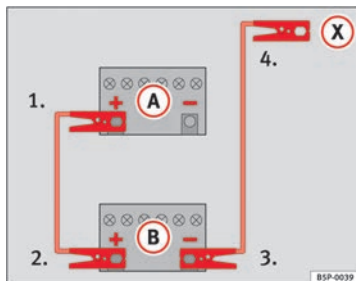

Abb. 126 Anschlussschema für Fahrzeuge ohne Start-Stopp-System.
- Klemmen Sie ein Ende des *roten* Starthilfekabels an den Pluspol (+) des Fahrzeugs mit der entladenen Fahrzeugbatterie (A) an ⇒ Abb. 126.
- Klemmen Sie das andere Ende des *roten* Starthilfekabels an den Pluspol (+) des stromgebenden Fahrzeugs (B) an.
- Klemmen Sie ein Ende des *schwarzen* Starthilfekabels an den Minuspol (-) des stromgebenden Fahrzeugs (B) ⇒ Abb. 126.
- Klemmen Sie das andere Ende des *schwarzen* Starthilfekabels (X) im Fahrzeug mit der entladenen Batterie an ein mit dem Motorblock verschraubtes massives Metallteil oder an den Motorblock selbst, aber an einer weit von der Batterie (A) entfernten Stelle an.